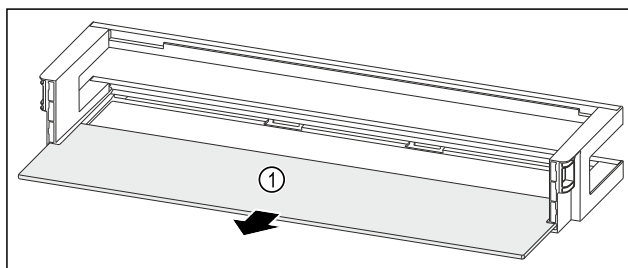

Fig. 91 Deurrek met draagplateau
- Draagplateau Fig. 91 (1) verwijderen.